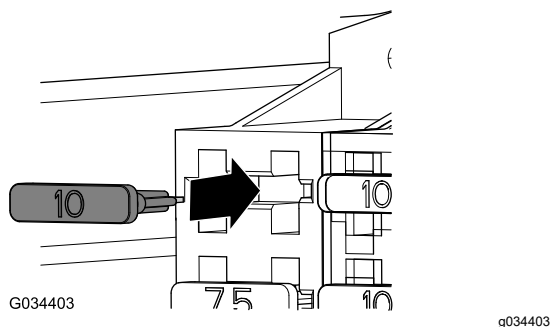

Рисунок 22
3. Вставьте предохранитель (10 А) в гнездо блока предохранителей для светодиодных осветительных приборов (Рисунок 22).